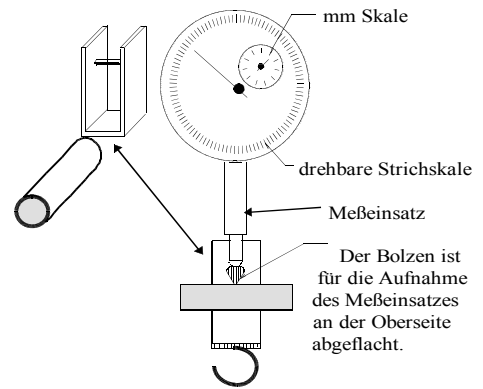

Abb. 3: Messuhr und Hilfsmittel
- Für das Plexiglas und die Rohre sind die beiliegenden Hilfsmittel zu verwenden (Abb. 3).